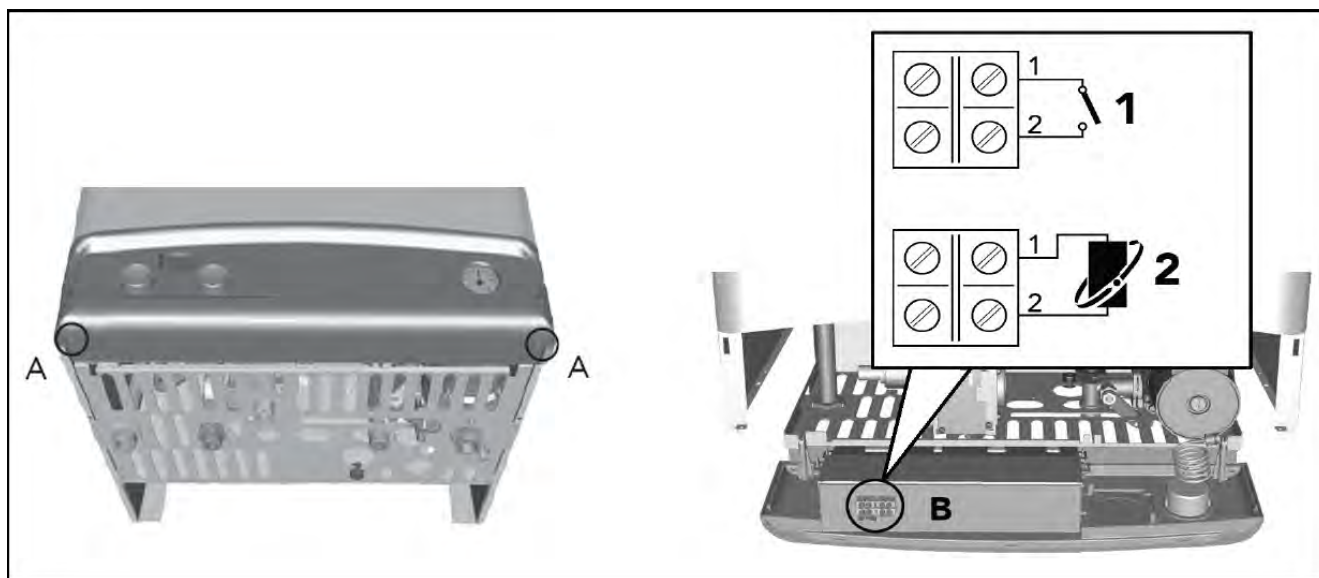

рис. 6 - Доступ к блоку зажимов
Для доступа к клеммной коробке, к которой следует подключать термостат температуры воздуха поз. 1 в помещении рис. 6 или устройство дистанционного управления с таймером поз. 2 рис. 6, выполните следующие операции:
1. Отвинтите оба винта "А" (рис. 6)
3. Разверните панель управления. (рис. 6)
Теперь открыт доступ к клеммной коробке "В" (рис. 6)